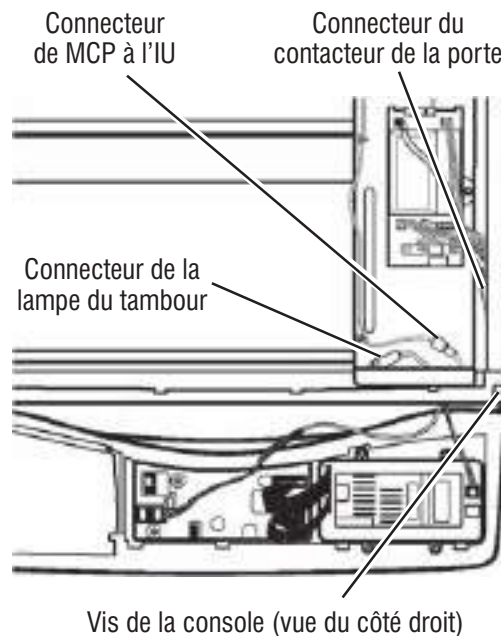

Figure 25 - Retirer la console.
##### A : Retirer la console (Figure 25)
2. Débrancher le câblage de lampe du tambour au niveau du connecteur en ligne (voir figure 25).
3. Débrancher le câblage de MCP à l'IU au niveau de la connexion en ligne (voir figure 25).
6. Débrancher le connecteur du contacteur de la porte (voir Figure 25, page 51).
10. Débrancher le connecteur de la lampe du tambour (voir Figure 25, page 51).